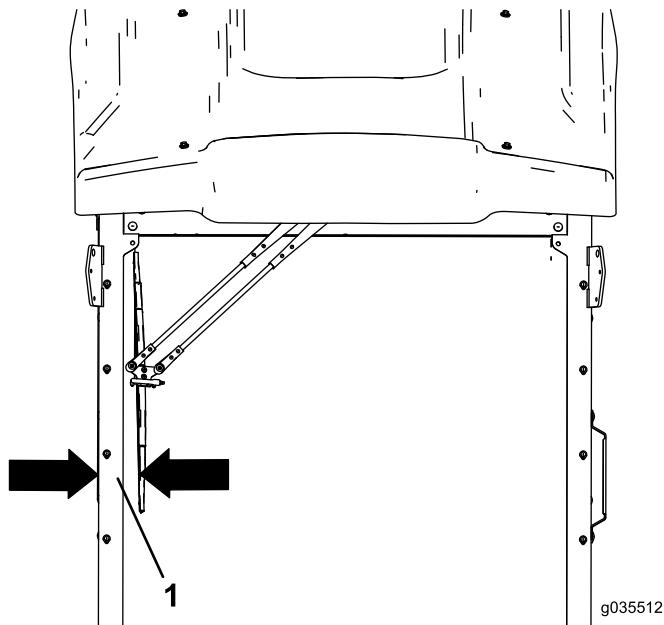

Рисунок 4
2. Установите рычаг стеклоочистителя на электродвигатель, разместив щетку стеклоочистителя на расстоянии 76 мм от боковой части окантовки ветрового стекла (Рисунок 4).